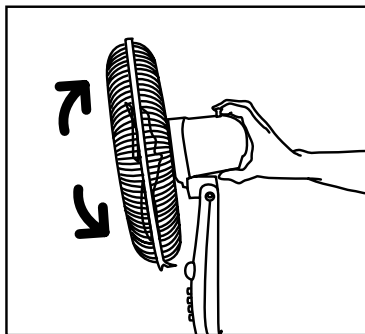

Fig. 4
- Para que el ventilador comience a funcionar pulse la tecla de acuerdo al caudal de aire que desee: mínimo (12), medio (13) o máximo (14).
- Al pulsar la tecla de parada (11) el ventilador dejará de funcionar.
- Para hacer oscilar el ventilador horizontalmente pulse el botón (10); para detenerlo, tire de él con suavidad.
- El ventilador permite también una inclinación vertical de 45°. Regule esta inclinación presionando suavemente sobre la parte superior del cuerpo del ventilador (8) hacia delante o hacia atrás. **Fig. 4**
- Si durante el funcionamiento del ventilador no desea usar el temporizador de desconexión (15) este deberá permanecer en la posición I.